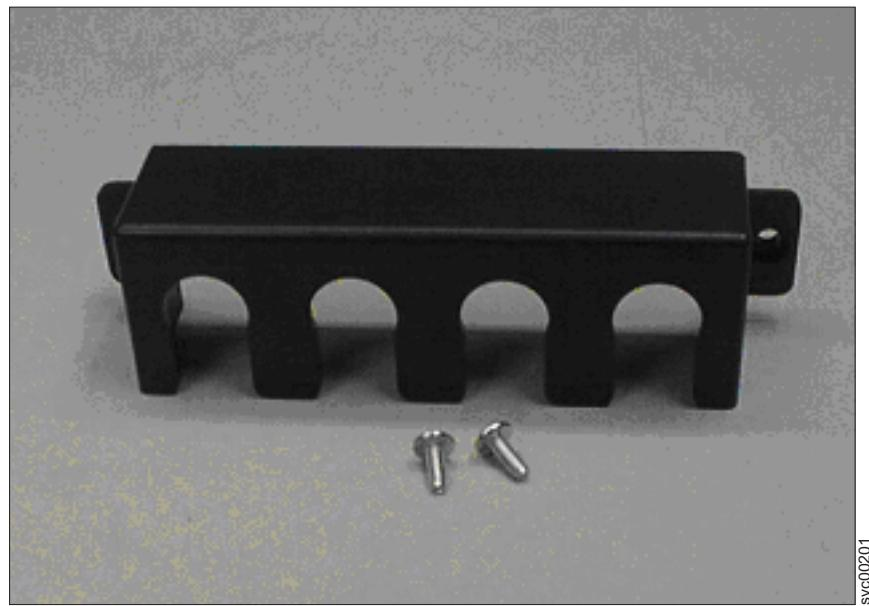

图 18. 2145 UPS-IU 电源线固定支架硬件
- 从包中取出支架和两颗螺钉（如第 23 页的图 18 所示）。